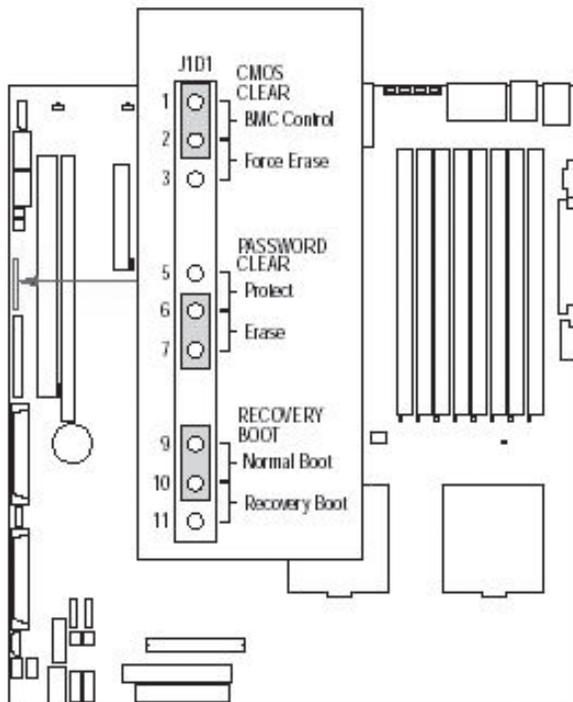

图 4-4 密码设置清除跳线
- 2、如图 4-4 所示将跳线帽从 5-6 脚移到 6-7 脚。